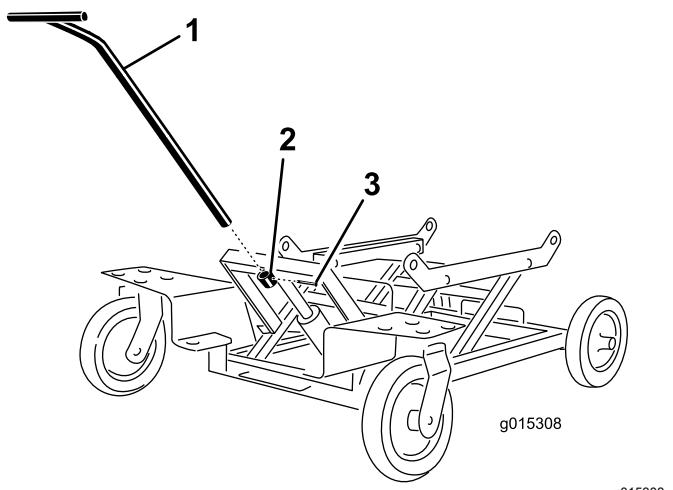

Figure 1
1. Montez la poignée dans le chariot pour accessoire et fixez-la avec la goupille (Figure 1).